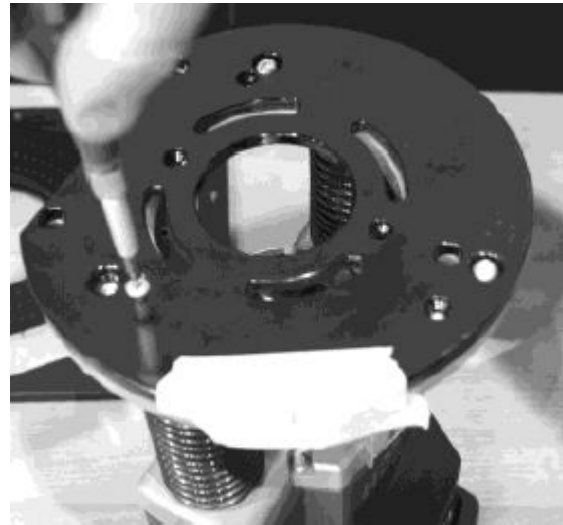

Abbildung 35
3. Bauen Sie die Gleitplatte von der Fräse ab (s. Abb. 35).